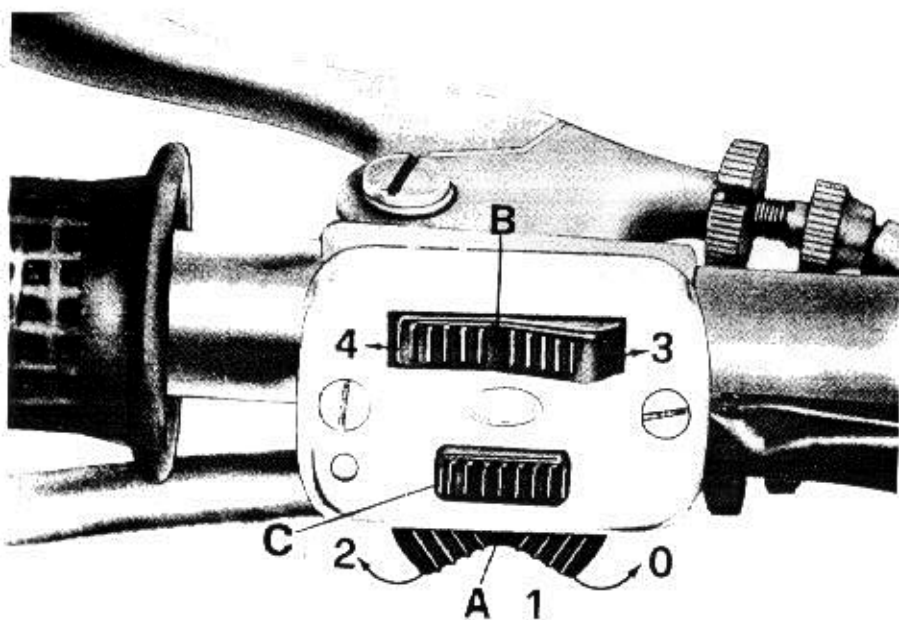

Fig. 9
Posizione « 2 »: macchina pronta per lo avviamento o macchina in marcia. Tutti i comandi sono inseriti. Per la marcia diurna non occorre nessuna altra manovra; per la marcia notturna è necessario azionare le leve (A e B) dell'interruttore - commutatore (vedere fig. 9).
11) **Interruttore per illuminazione e pulsante comando avvisatore acustico** (vedere fig. 9):